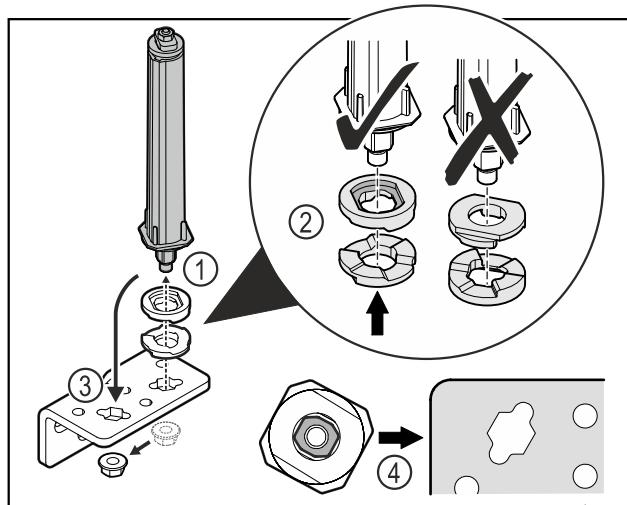

Fig. 36
- ▶ Uvoľnite maticu a odstráňte systém zatvárania dverí Fig. 36 (1).
- ▶ Dbajte na správne vyrovnanie podložiek na výškové prestavanie Fig. 36 (2).
- ▶ Premiestnite systém zatvárania dverí v uholníku závesu a zafixujte ho maticou Fig. 36 (3).
- ▶ Dbajte pri nasadzovaní na správne vyrovnanie systému zatvárania dverí Fig. 36 (4).